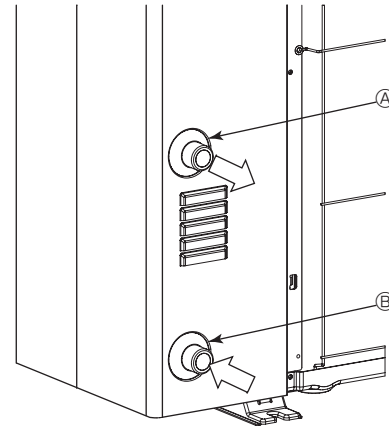

Fig. 5-1
### 5.1. Waterleidingverbinding (Fig. 5-1)
- De positie van de inlaat- en uitlaatbuizen wordt getoond in Fig. 5-1.
[Fig. 5-1]